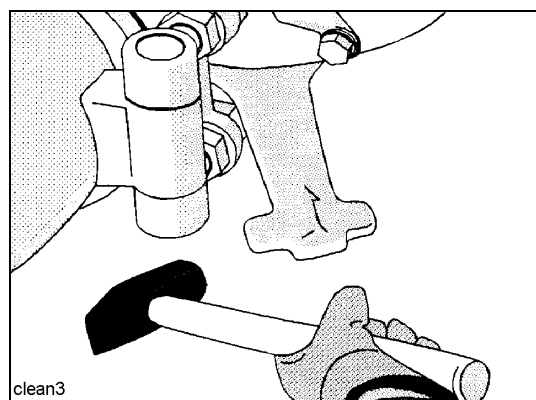

Fig. 2
- Abrir la tapa de limpieza (Fig. 2) debajo de la carcasa de la corredera Rock y lavar la carcasa.